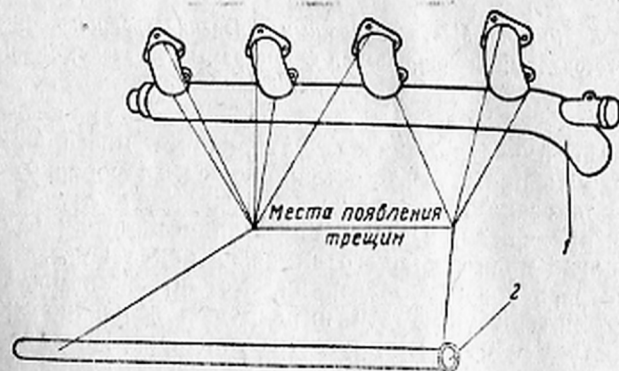

Рис. 47. Коллектор выхлопа:
2. Осмотреть коллектор выхлопа и убедиться в отсутствии вмятин, трещин и прогара, особенно по местам сварки. При наличии трещин на коллекторе выхлопа длиной до 20 мм, засверлить концы трещины сверлом диаметром 3 мм и заварить газовой сваркой. При наличии прогара или трещины длиной более 20 мм отремонтировать приваркой накладки из листовой жароупорной стали толщиной 1—1,2 мм, после чего для уменьшения внутреннего напряжения прогреть сварные швы большим пламенем (рис. 47).